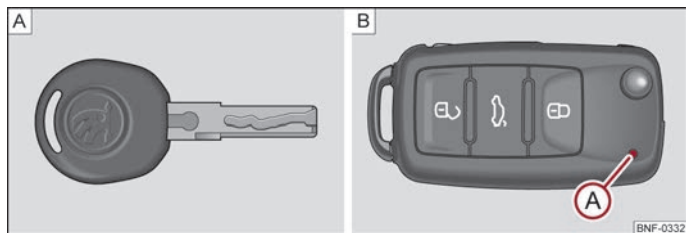
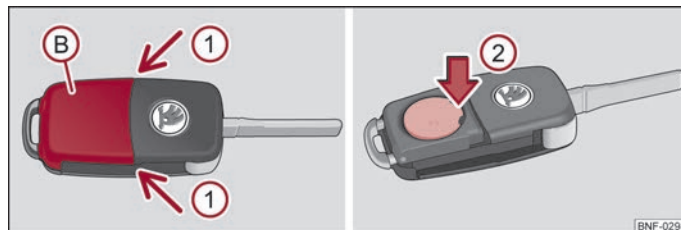

Fig. 7 Nøgler uden fjernbetjening / Nøgler med fjernbetjening
Fig. 8 Nøgle med fjernbetjening: Sådan tages afdækningen af. / Sådan tages batteriet ud.
Der udleveres to nøgler sammen med bilen. Afhængigt af udstyret kan din bil være udstyret med nøgler uden fjernbetjening → Fig. 7 - A eller med fjernbetjening → Fig. 7 - B.
Hver nøgle med fjernbetjening har et batteri, som er placeret under afdækningen B → Fig. 8. Hvis batteriet er afladet, blinker den røde kontrollampe A ikke, når du trykker på en knap på fjernbetjeningen → Fig. 7. Vi anbefaler, at du får skiftet nøglens batteri hos en autoriseret ŠKODA partner. Hvis du alligevel ønsker at udskifte det afladene batteri selv, skal du gøre det på følgende måde:
- Tryk batteriet nedad i området med pilen 2, og tag det afladene batteri ud af nøglen → Fig. 8.